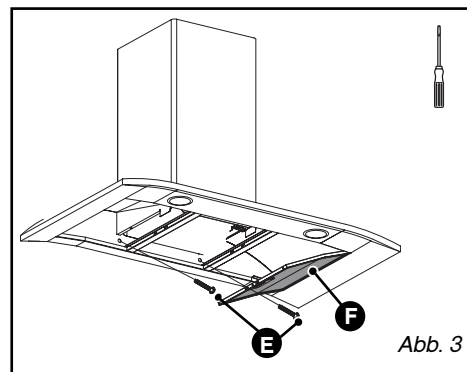

Abb. 3
– Die Filterkassetten herausnehmen (F/Abb. 3).
– Die beiden Schrauben unten einschrauben (E/Abb. 3).